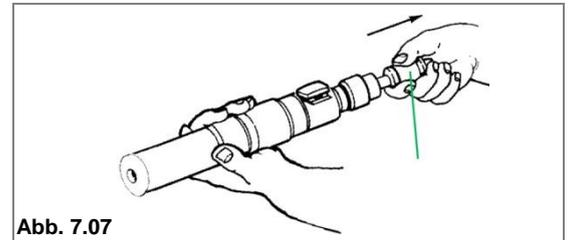

Abb. 7.07
- 3.2 Während Sie das Gerät von sich weg halten, ziehen Sie den Schlagbolzenauszug heraus bis ein Klicken ertönt. Das Gerät ist nun gespannt und feuerbereit. (Siehe Abb. 7.07)